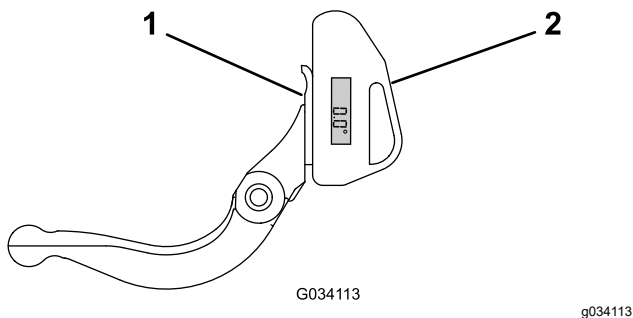

Figura 26
1. Coloque el indicador de ángulo en el lado inferior de la contracuchilla, según se muestra en Figura 26.